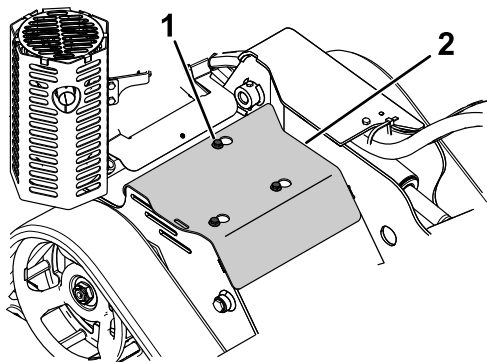

Figura 20
3. Afloje secuencialmente los 3 pernos que sujetan la cubierta al bastidor hasta que la cubierta quede suelta (Figura 20).
1. Perno (3)
5. Para instalar la tapa antes de utilizar la máquina, deslícela en su sitio y apriete los 3 pernos que aflojó anteriormente (Figura 20).